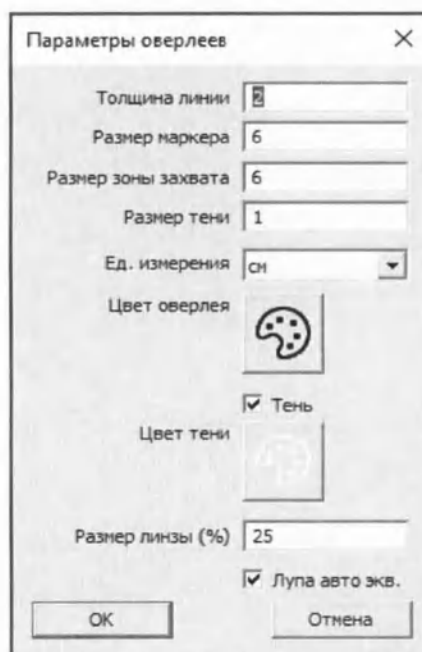

Рис. 94 Окно «Параметры оверлеев»
- В открывшемся окне «параметры оверлеев» установить требуемые значения (Рис. 94 Окно «Параметры оверлеев»)